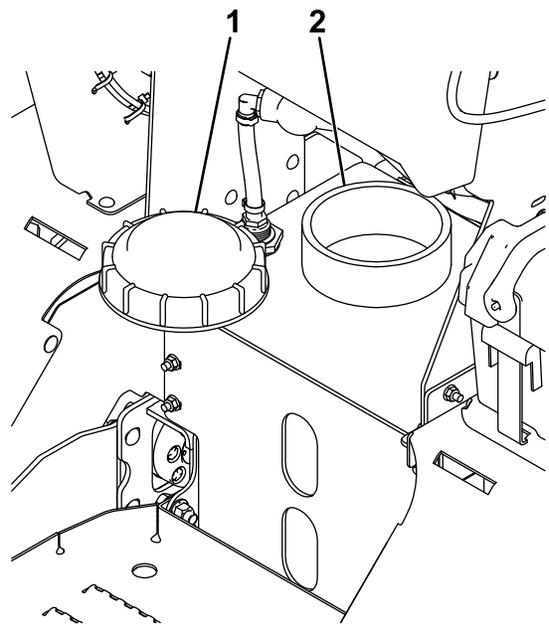

Figure 12
1. Nettoyez la surface autour du bouchon de la cuve (Figure 12).